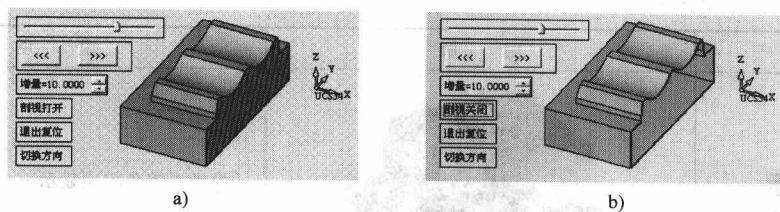

图 1-22 动态剖切示例
(2) 动态剖切 ：动态剖切功能常用于检查零件间是否有干涉现象，或检查设计零件的合理性。单击 按钮图标后，首先要选择一个剖切平面或选择坐标系的一个平面。然后在提示区中设置移动增量、剖视图是否打开等选项，移动滑块可以动态变化剖切位置。图 1-22 所示为动态剖切示例。
“增量”用于设置每点击一次箭头剖切面所移动的距离；“剖视打开/关闭”用于设置是否在剖切面上显示剖切线，效果可参考图 1-22 的示例；“退出复位”用于设置退出动态剖切后不保留剖切的视图，恢复为正常显示方式；“退出保留截面选”项用于设置退出后，图形仍以剖面的形式显示；“切换方向”用于变换剖切的观察方向。